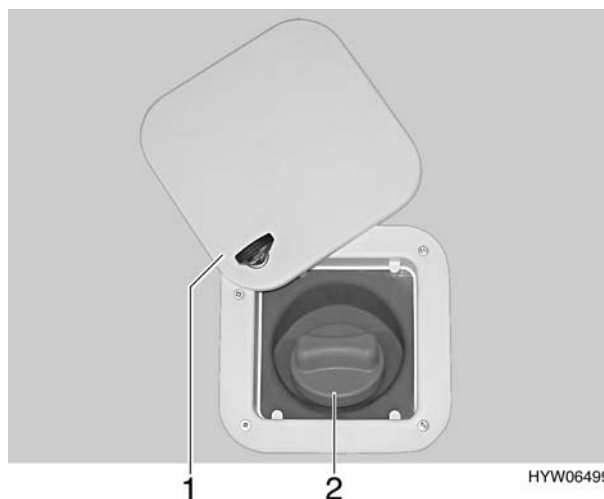

Fig. 78 Coperchio per bocchettone di riempimento dell'acqua potabile
- Aprire la serratura e girare verso l'alto lo sportello esterno (Fig. 78,1) (vedi capitolo 5).
- Girare il coperchio blu (Fig. 78,2) in senso antiorario di un quarto di giro.
- Aprire il bocchettone di riempimento dell'acqua potabile (Fig. 78) posto sulla parete esterna dell'autocaravan.